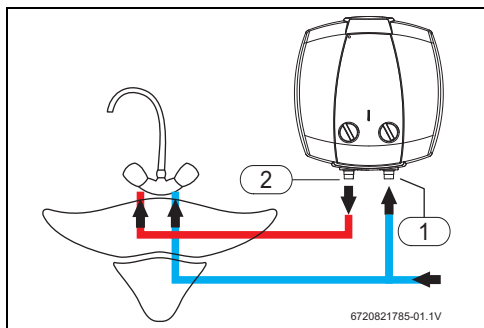

Fig. 7 Instalação por cima do lavatório
- Identificar a tubagem de água fria e de água quente, de forma a evitar uma possível troca (Fig. 7 e 8).